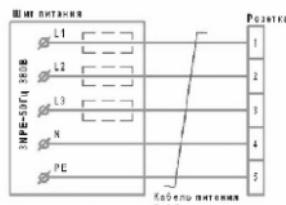

Рис. 3 Схема подключения розетки к стационарной сети 17
6.3 Для защиты электропроводки от перегрузок подключение к стационарной электросети осуществляется через автоматический выключатель (см. таблицу1 Приложения). Кабель питания и сетевую розетку подключить в соответствии со схемой подключения (см. рис. 3 Приложения).